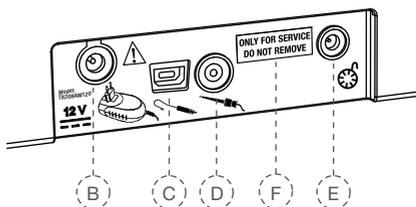

Fig. 3 Anslutningar, sedd bakifrån
*USB-porten (fig. 3, F) används för att installera programuppdateringar eller vid underhållsarbete. Den här porten används endast av auktoriserad servicepersonal och är vid leverans övertäckt med etiketten "ONLY FOR SERVICE DO NOT REMOVE" (Endast för service – får ej avlägsnas). Etiketten får endast avlägsnas av servicepersonal.*
3. Anslut nätdelens kabel till uttaget (fig. 3, B) på baksidan av enheten.
8. Anslut fotomkopplarkabeln till uttaget (fig. 3, E) på styrenhetens baksida.
10. Anslut läppclipskabelns stickkontakt till uttaget (fig. 3, C) på baksidan av styrenheten.
12. Anslut filklämskabelns stickkontakt till uttaget (fig. 3, D) på baksidan av styrenheten.